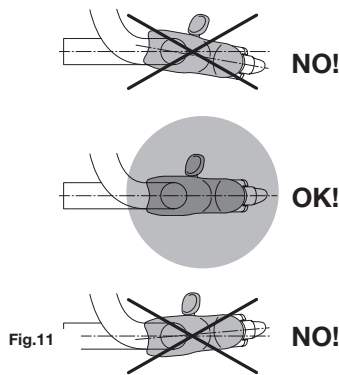

Fig.11
- poignées Ergopower mal positionnées ou qui bougent sur le guidon (Fig. 11)